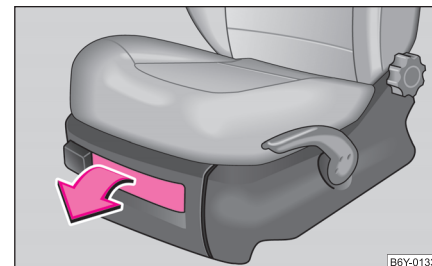

Fig. 84 Siège avant:
- Pour ouvrir le couvercle, le faire basculer et le tirer ⇒ fig. 84